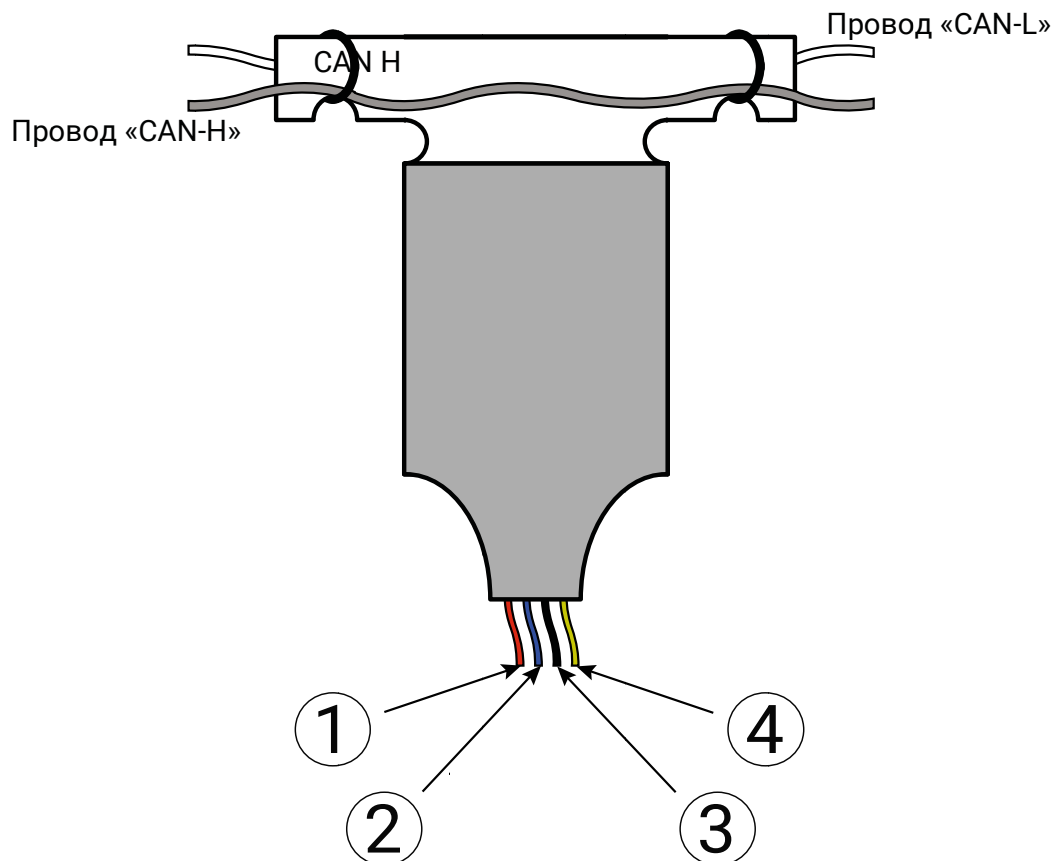

Рисунок 1. Считыватель
3. Закрепите провода стяжками, входящими в комплект поставки (см. рис. 1).